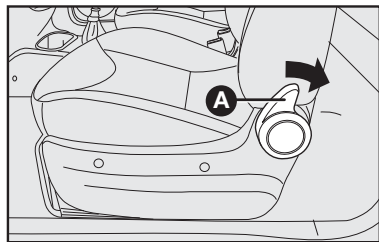

fig. 12
## ACESSO AO BANCO TRASEIRO PELO LADO DO MOTORISTA (VERSÕES CABINE DUPLA) – fig. 12
- gire a manopla **A**–fig. 12 no sentido do banco traseiro, o encosto destravar-se-á, sendo projetado para frente.
- o banco retornará à posição longitudinal regulada anteriormente, porém o ângulo do encosto deverá ser reajustado através da manopla **A**–fig. 12 de rebatimento do encosto.